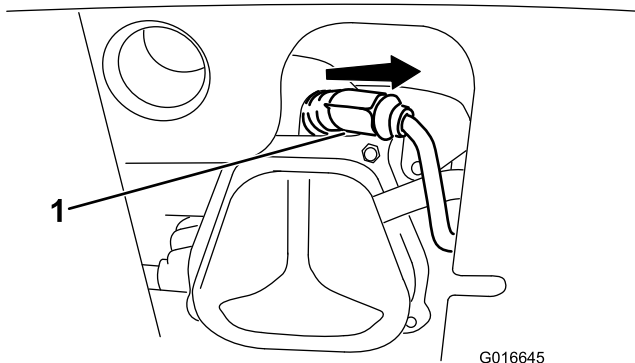

Figura 44
1. Togliete la guaina (Figura 44).